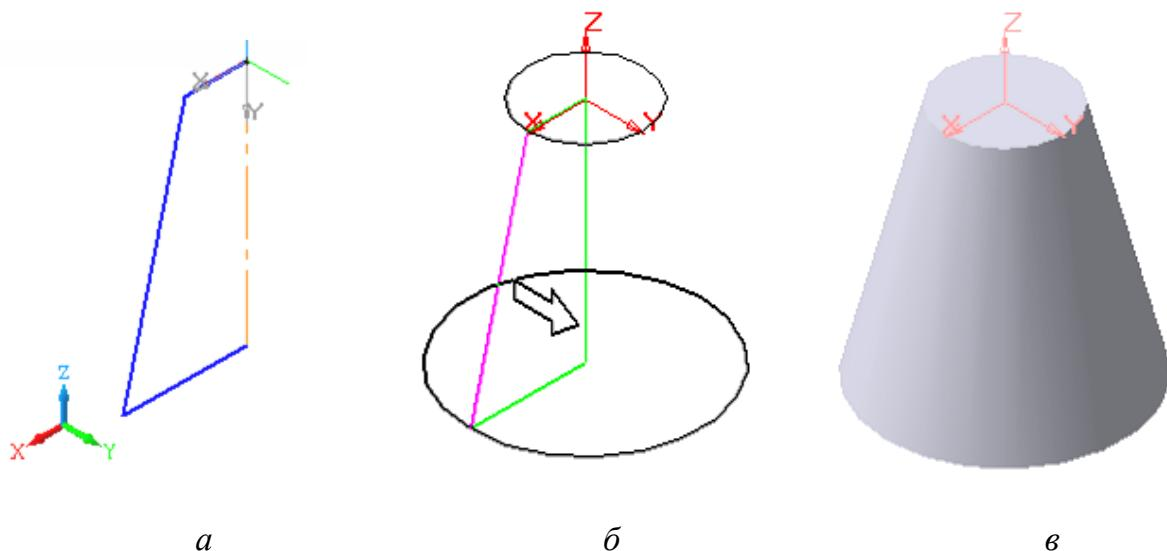

Рис. 3.43. Построение усечённого конуса вращения: *a* – эскиз операции Вращение (ось вращения – штрихпунктирная); *б* – фантом вращения; *в* – тело вращения
Операция **Вращения** позволяет создать «основу» детали, представляющую собой тело вращения. Операция доступна, если в модели ещё нет «основы» детали и выделен один эскиз. Эскиз в этом случае является осевым сечением элемента «основы», которое ограничено поверхностью вращения (рис. 3.43,*a*).
- направление вращения из списка возможных вариантов (прямое, обратное, два направления, средняя плоскость). Прямое направление указано стрелкой (см. рис. 3.43,*b*).